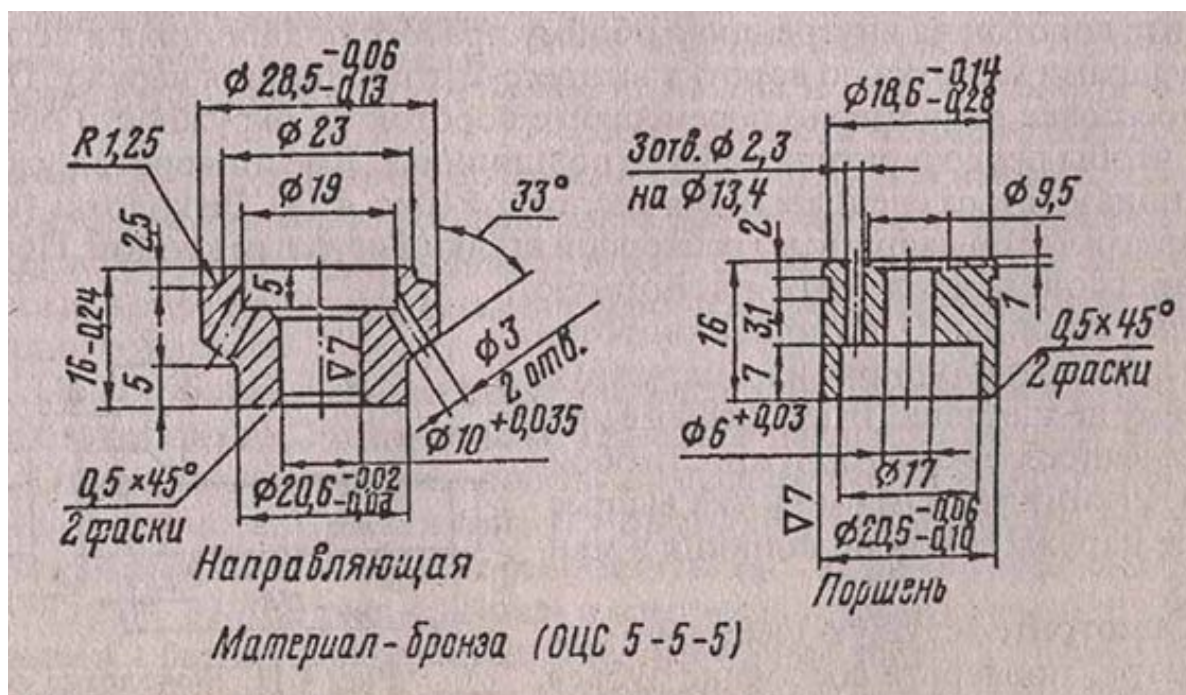

Рис. 4.10. Детали амортизатора задней подвески.
- износ поршня, штока или его направляющей. В этом случае будет наблюдаться еще и течь масла. Неисправность устраняется заменой деталей (рис. 4.10);